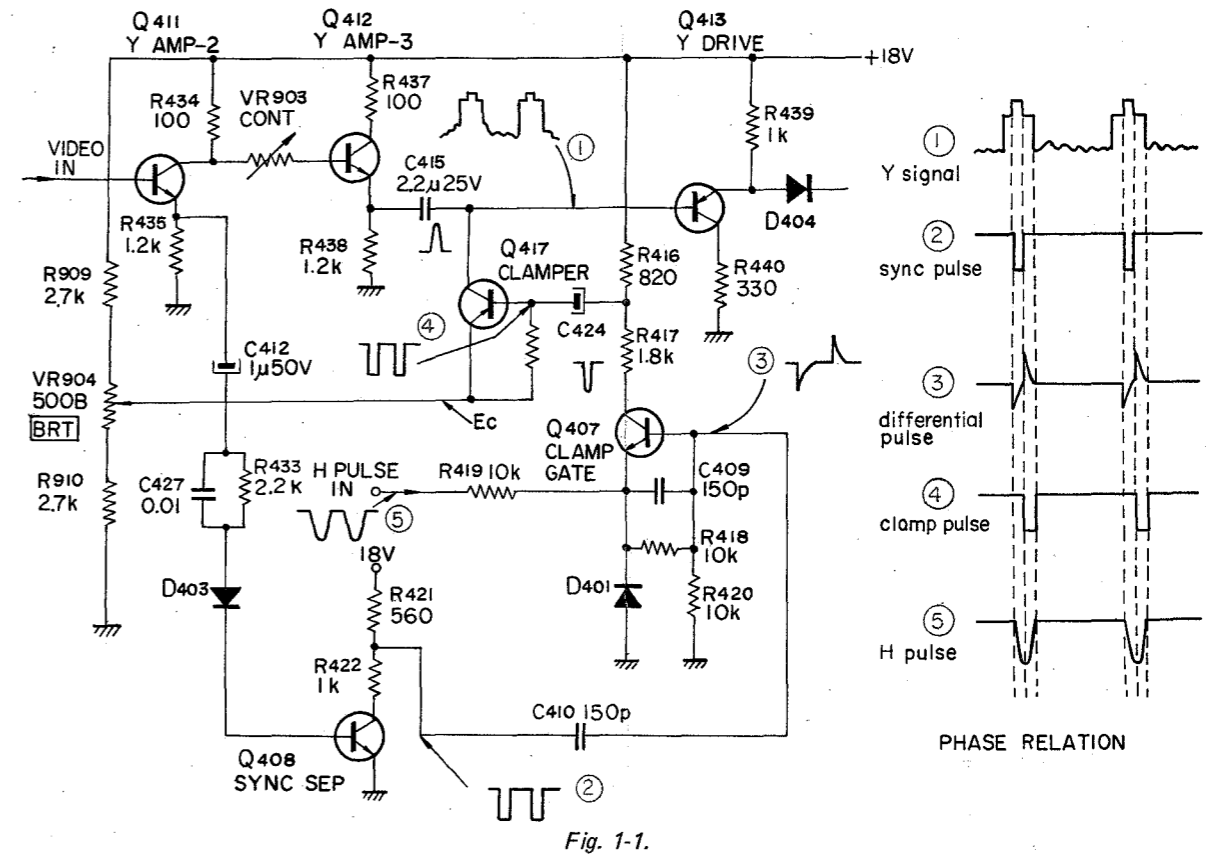

Fig. 1-1.
Le niveau noir du signal vidéo peut être fixé à un certain niveau au moyen du circuit de fixage, on peut alors obtenir une image nette et de haute qualité (voir le schéma du circuit figure 1-1).
Le signal de synchronisation est séparé par Q408 du signal délivré par l'émetteur de Q411 (Amplificateur Y). Le signal de synchronisation qui apparaît sur le collecteur de Q408 est différencié par un filtre passe-haut constitué de C410 (150 pF) et de 2 résistances montées en parallèle (R420: 10k Ω et R418: 10k). On obtient alors un signal différencié (voir forme du signal N° ③ figure 1-1) qui est fourni à la base de Q407 (porte de fixage). Le potentiel de l'émetteur de Q407 est plus élevé que celui de la base dans des conditions normales de fonctionnement, Q407 est alors coupé.
Lorsqu'on applique une impulsion négative H à partir de FBT, à l'émetteur, D401 devient conductrice et le potentiel de l'émetteur de Q407 devient potentiel de la masse pendant la durée de l'impulsion. En même temps, l'impulsion différenciée est transmise à la base de Q407. Q407 est allumé uniquement lorsqu'une impulsion différenciée positive est appliquée à sa base. On obtient une impulsion négative sur le collecteur de Q407. Cette impulsion négative est transmise à la base de Q417 (fixatif) à travers une capacité C424 de 1 μ F, et le transistor non polarisé Q417 devient conducteur. Alors le signal vidéo est fourni à Q417, à travers C415 (2.2 μ F). Le niveau noir du signal vidéo est fixé à la tension de l'émetteur de Q417 car la pulsation de fixage est synchronisée avec le palier arrière du signal vidéo. Voir les relations entre phases en figure 1-1.
Black level of the video signal can be clamped at a certain level by the clamp circuit, and a clear and high quality picture can be obtained. See the schematic diagram in Fig. 1-1.
When the negative H pulse is supplied to the emitter from the FBT, D401 becomes ON and the emitter potential of Q407 becomes ground potential within pulse duration. At the same time the differentiated pulse is supplied to the base of Q407. Q407 conducts only when the positive differentiated pulse is supplied to the base. At the collector of Q407, negative pulse is obtained. This negative pulse is supplied to the base of Q417 (CLAMPER) through C424 (1 μ F), and non biased Q417 becomes ON. At that time the video signal is supplied to Q417 through C415 (2.2 μ F). The black level of the video signal is clamped to the emitter voltage of Q417, as the clamp pulse is synchronized with the back porch of the video signal. See the phase relation in Fig. 1-1.